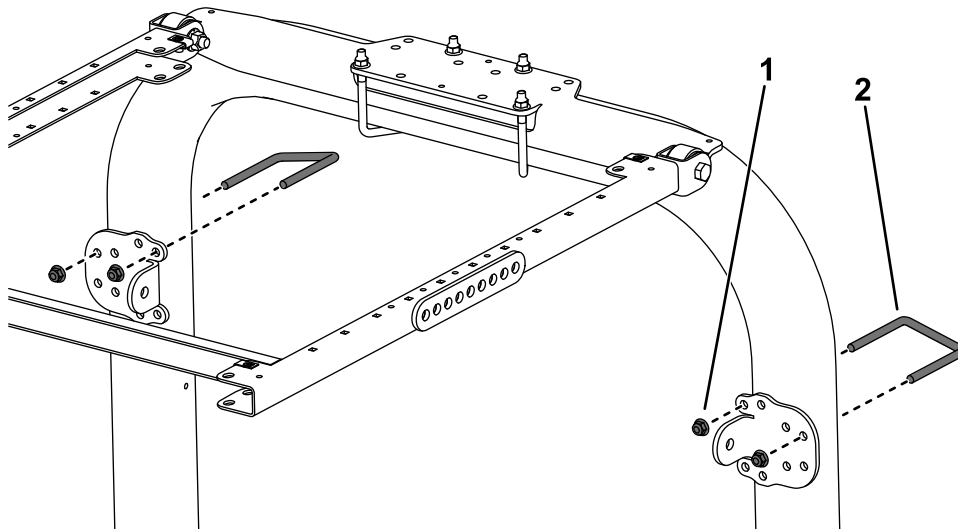

Figura 4
4. Usando los taladros de montaje indicados en la Figura 4, sujete provisionalmente cada uno de los soportes de los tirantes a los postes de la